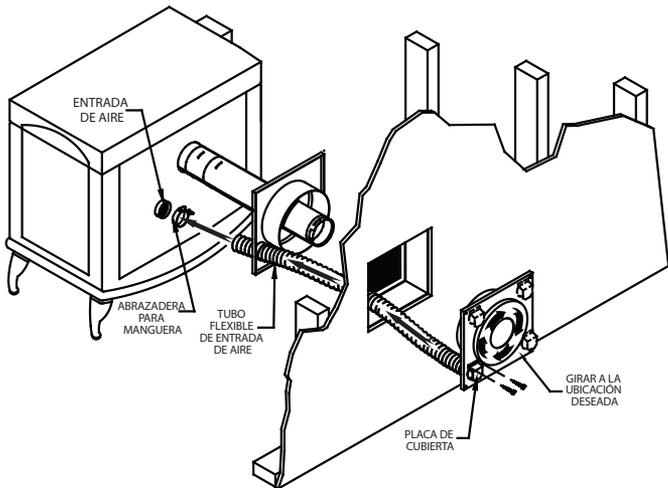
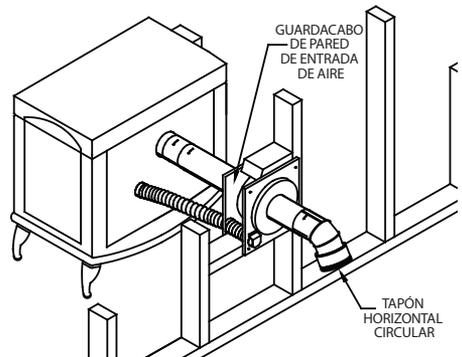

Figura 12
Figura 13
de admisión de aire del guardacabo de pared, el tubo no se centrará dentro de la abertura enmarcada. Ensamble holgadamente ambas mitades del guardacabo de pared en la sección de tubería. Con la abrazadera, conecte la manguera flexible a la mitad exterior del guardacabo de pared. Guíe el tubo flexible a través de la abertura en la mitad interior negra del guardacabo de pared, tire ligeramente de él hacia el equipo (**Figura 12**) y, si es necesario, recorte con tijeras el exceso hasta el largo requerido. Fije el tubo flexible a la entrada de aire de combustión de la estufa con la abrazadera proporcionada. Solo conecte el tubo flexible de metal al equipo; no sustituya ni instale el de plástico. La placa de cubierta viene instalada en la esquina inferior izquierda del guardacabo con el protector de entrada apuntando hacia abajo para desviar la lluvia. Si desea girar el guardacabo y la entrada de aire a otra esquina, retire los (2) tornillos en el protector de entrada y vuelva a colocarlos sobre la entrada de aire en la nueva ubicación. Fije la mitad interior negra del guardacabo de pared a la pared interior, y la mitad exterior no pintada debe fijarse a la pared exterior en ambos estilos de guardacabos (**Figura 13**). Los guardacabos de pared se ajustan para adaptarse a las paredes de 4" (10.16 cm) a 8" (20.32 cm) de grosor. Para la instalación en paredes de mayor grosor, se puede fabricar en el campo un tubo de extensión.
5. Si quiere la salida de gases de chimenea en la parte posterior de la estufa y una instalación horizontal a través de la pared (**Figura 13**):